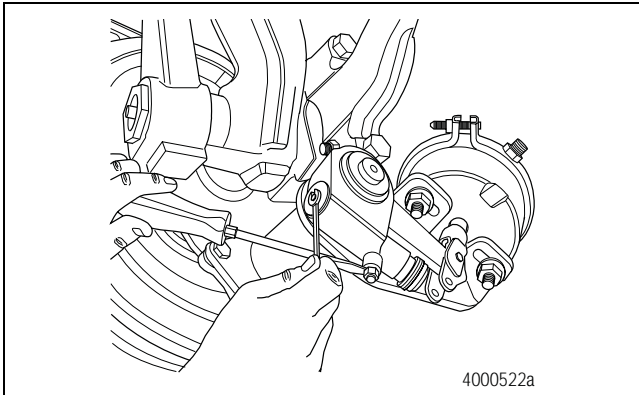

Figura 6.27
4. Si es necesario, haga retroceder el freno en el ajustador hasta que las zapatas se retraigan y el tambor se separe de las balatas. Figura 6.27.